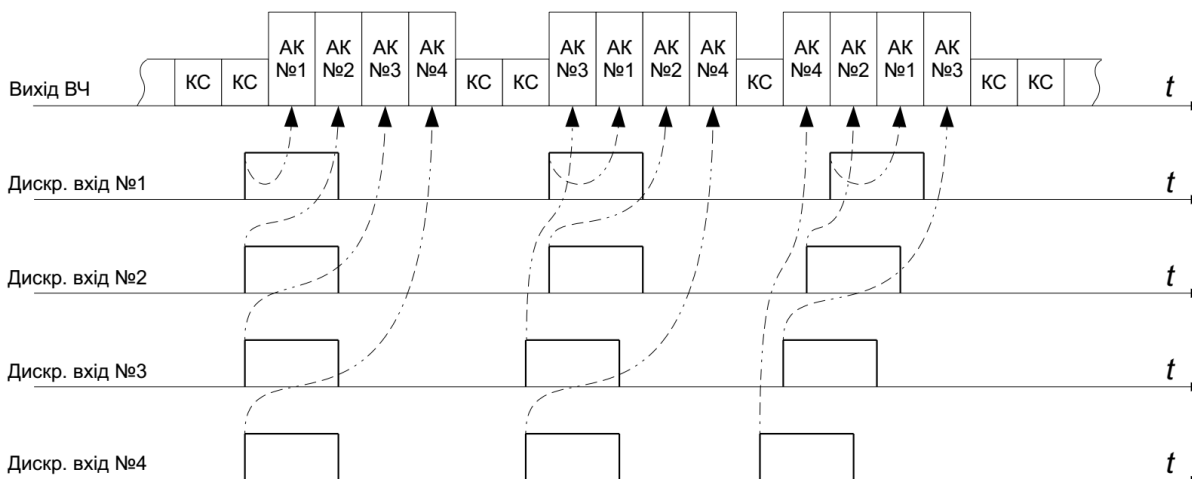

Рисунок 5.2.3.3 - Передача імпульсних аварійних команд згідно з пріоритетом
**Приклад 4.** Передача імпульсних і тривалих аварійних команд відповідно до пріоритетів (див. рисунок 5.2.3.4). Імпульсні аварійні команди №1, №3, тривалі аварійні команди №2, №4. Тривалість імпульсних аварійних команд  $t_{a,к} = 20$  мс. До кожної аварійної команди прив'язаний один дискретний вхід з тим самим номером. Захисний інтервал  $t_{зах.инт} = 10$  мс, час ігнорування повторного впливу  $t_{новт.вплив} = 20$  мс. Найвищий пріоритет має аварійна команда з меншим номером. Тривала аварійна команда може бути перервана для передачі імпульсної або тривалої аварійної команди з більшим пріоритетом. Імпульсна аварійна коман-